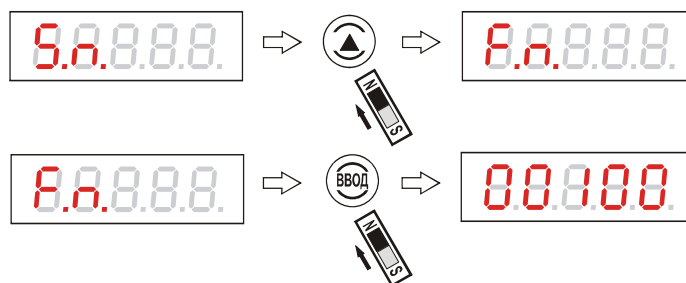

Рисунок 70 - Просмотр заводского номера уровнемера
2.8.23 Для просмотра на цифровом табло заводского номера уровнемера “F.n.” необходимо выбрать этот подраздел кнопкой «↑» и “нажать” «ВВОД». На цифровом табло индицируется **запрограммированное на предприятии-изготовителе** значение заводского номера, например, рисунок 70: